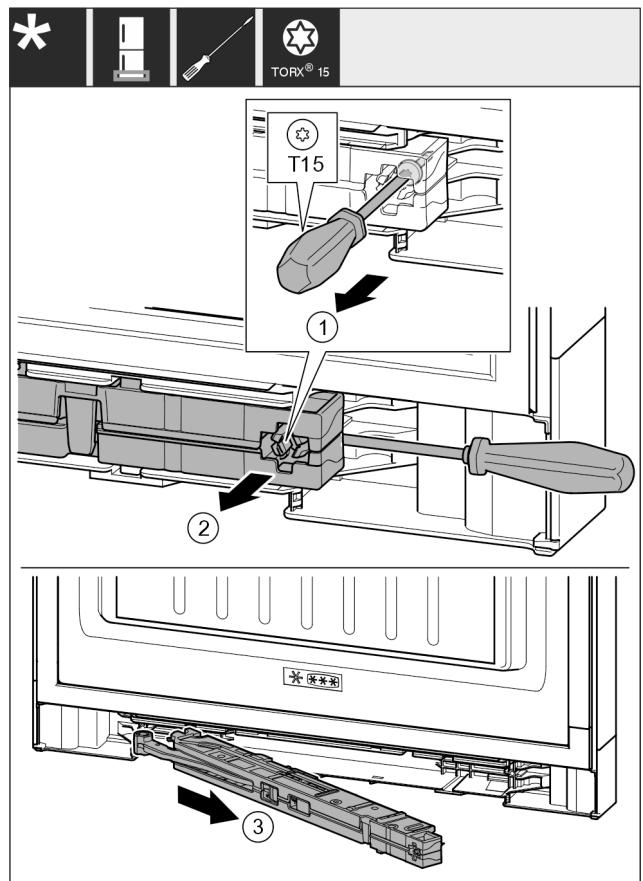

Fig. 17
- Šroub na jednotce tlumiče zavírání povolte šroubovákem T15 o cca 14 mm. Fig. 17 (1)
► Šroubovákem na straně madla zajedťte za jednotku tlumiče zavírání. Otočte jednotku dopředu. Fig. 17 (2)
► Vytáhněte jednotku. Fig. 17 (3)